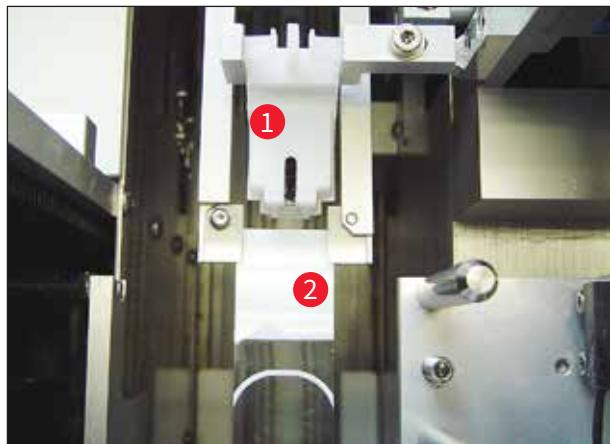

图 24
- 最后,确保玻片夹 (→图 24-1) 在其移动时或被传送的样品载玻片 (→图 24-2) 移动时,不会碰到喷胶针清洁器 (→图 24)。